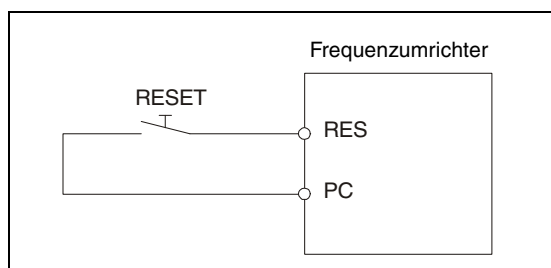

Abb. 7-3:
- Durch Einschalten des RESET-Signals (Verbindung der Klemmen RES und SD bei negativer Logik oder, wie in Abb. 7-3 für positive Logik dargestellt, der Klemmen RES und PC) für mindestens 0,1 s und anschließendem Abschalten. Während des Rücksetzvorgangs blinkt die Anzeige „Err.“